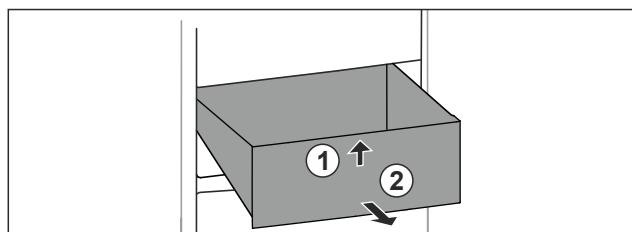

Fig. 68
- Nadvihnite zásuvku vpred. Fig. 68 (1)
- Odoberte zásuvku dopred. Fig. 68 (2)